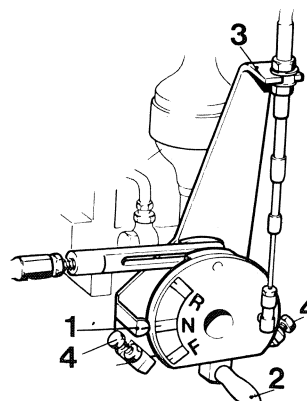
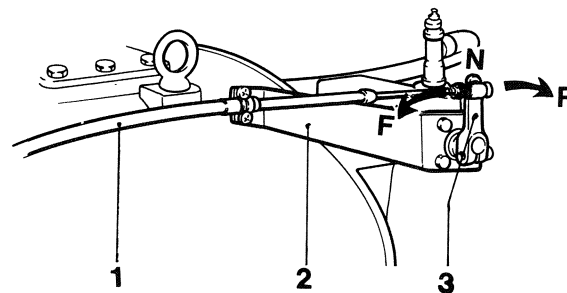

Fig. 34. Câble pour le changement de marche de la commande de l'inverseur P à M
Fig. 35. Câble de changement de marche pour inverseur TD
1. Débrancher le ou les câbles de l'inverseur, en comprimant la fixation afin de pouvoir la décrocher. Voir fig. 34 et 35.
Pour la marche arrière, l'inscription "Astern" (valable P à M) doit se trouver en face de l'indicateur et pour mettre en marche avant, mettre l'inscription "Ahead" en face de l'aiguille. Voir fig. 34. Pour les autres inverseurs, voir fig. 35.